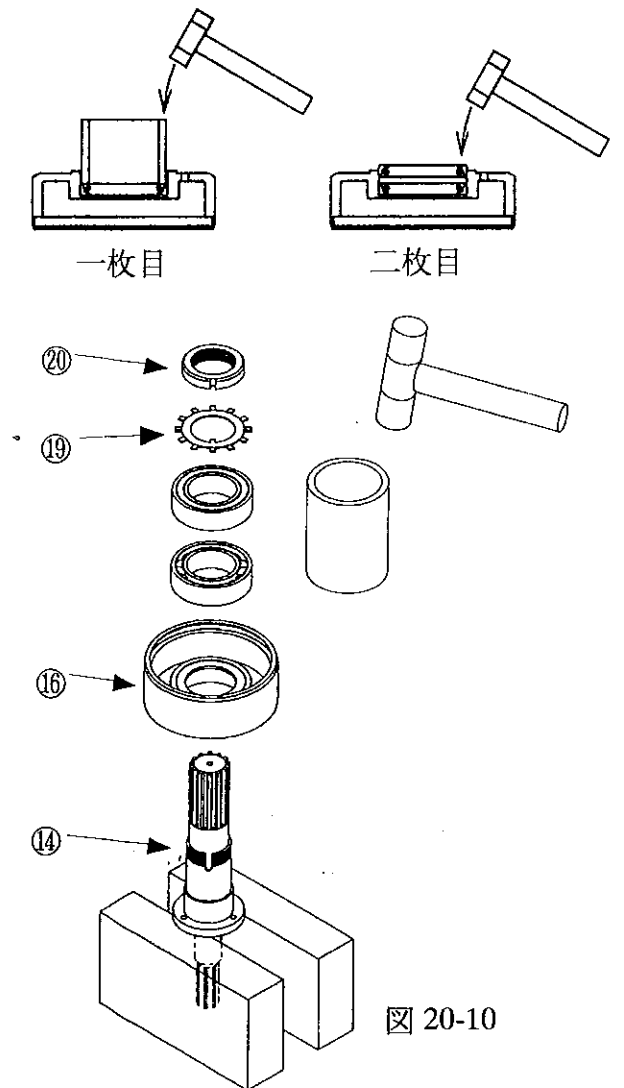

図 20-10
- ・㉑転がり軸受け用座金を⑭シャフトの溝に合わせ入れ込み、㉑転がり軸受け用ナットをマイナスドライバー等でロックした後㉑転がり軸受け用座金の先端を曲げて㉑転がり軸受け用ナットの溝に入れ込みロックします。(図20-10)